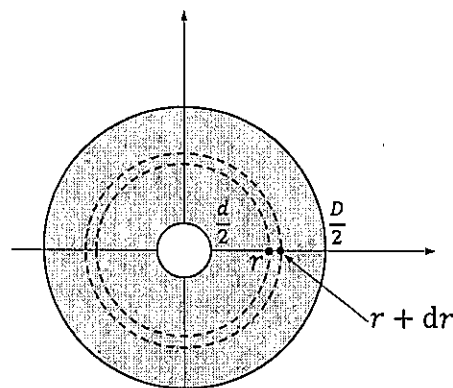

図 1-5
- (5) 図 1-5 に示す点線で囲まれた検査体積内の熱のバランスを考慮することにより、被覆材内部の半径方向の温度分布 $T(r)$ （ただし、 r は半径方向の位置）を求める基礎方程式を導出せよ。ただし、被覆材の温度分布は周方向および軸方向には一様であるとする。また、 u_∞ , T_∞ , λ_∞ , ρ , C_p , λ , d , D , l , h , \dot{q} の中から必要なものを用いて、被覆材の内表面 ($r = d/2$) および外表面 ($r = D/2$) における境界条件を示せ。ここで、 h は被覆材の外表面における熱伝達率（周方向の平均値）である。
- (6) 設問(5)において、空気の流速が一定である場合、ある程度の時間が経過すれば細線の温度 T_d も一定となる。この場合の細線の温度 T_d を求めよ。
- (7) $\rho = 2.5 \times 10^3 \text{ kg/m}^3$, $C_p = 8.0 \times 10^2 \text{ J/(kg}\cdot\text{K)}$, $\lambda = 1.0 \text{ W/(m}\cdot\text{K)}$, $D = 1.0 \text{ mm}$ であった。設問(5)で求めた、被覆材内部の温度分布を表す基礎方程式の各項のオーダーを評価することにより、設問(3)の条件で示した細線の動特性と比較して、被覆材で被覆したセンサーの動特性はどのように変化するかを論ぜよ。